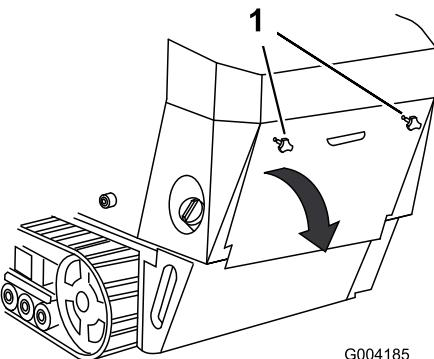

Figura 28
- Desenrosque los 2 pomos que fijan la tapa de acceso trasera a la máquina (Figura 28).
1. Baje la tapa de acceso trasera y retírela para tener acceso a los componentes internos (Figura 28).